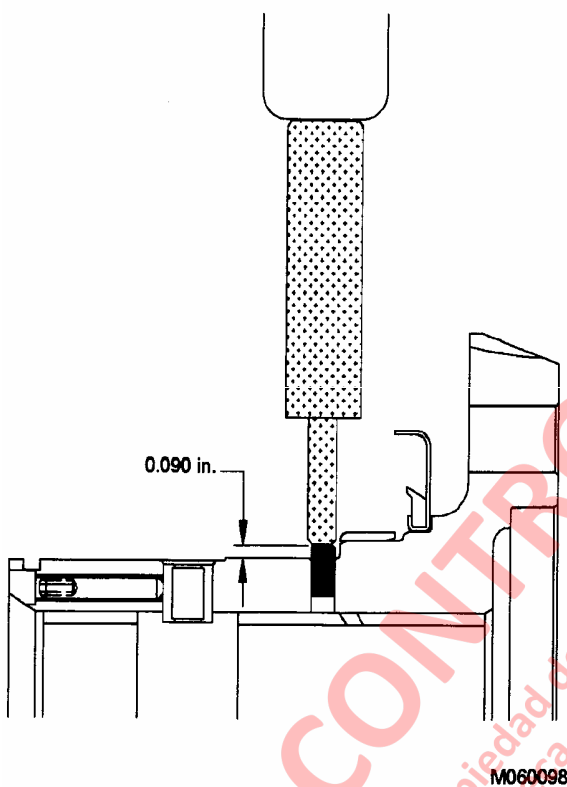

FIGURA 7-38
1. Ponga la tapa del extremo (45) en un congelador o en hielo seco para preparar el montaje que se menciona en los siguientes pasos.
2. Si lo sacó, instale el pasador de espiga (43) en el conjunto del cubo de montaje del ventilador (42). Consulte la Figura 7-38. Presione el pasador en el cubo dejando 2.3 mm (0.090 in.) expuesto.
Si el eje no venía originalmente con rodamientos con pasadores, instale el pasador de espiga de acuerdo a las instrucciones de las Figura 7-38 y 7-39.